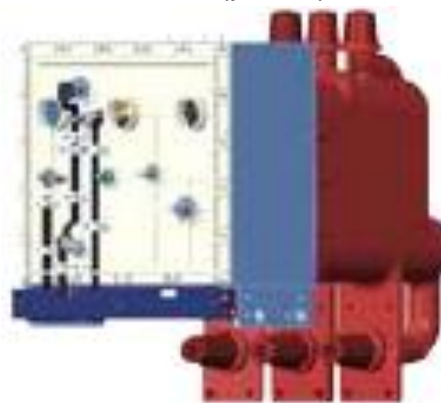

Рис. 2. Вакуумный выключатель в комбинации с
- высоковольтная аппаратура (в зависимости от исполнения шкафа), заключенная в корпус из эпоксидной смолы (рис. 2);